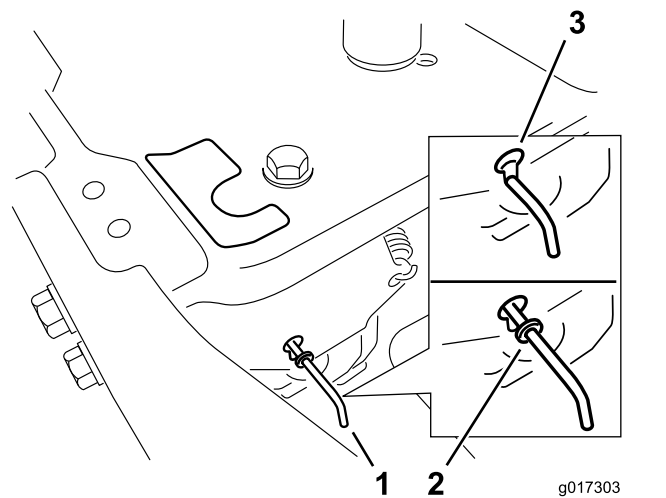

Figura 19
Mueva las palancas de desvío hacia atrás a través del orificio y hacia abajo para bloquearlas en esa posición, según se muestra en Figura 19.
4. Mueva las palancas de desvío hacia delante a través del orificio y hacia abajo para bloquearlas en esa posición (Figura 19).